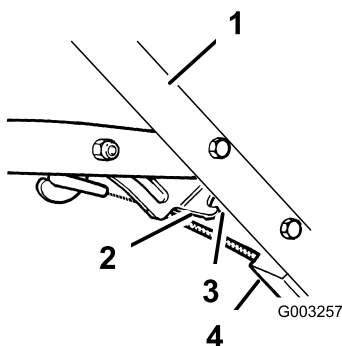

Bild 27
- A. Lockern Sie die Mutter an der Kabelhalterung (Bild 27).